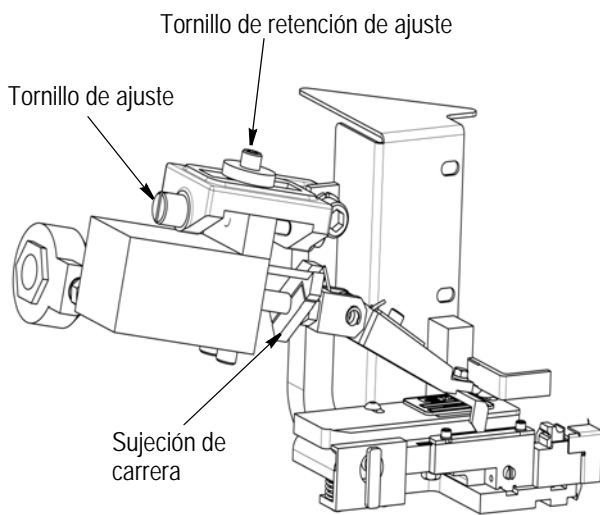

Figura 9
8. Gire el tornillo de ajuste. Consulte la Figura 9.
11. Si la carrera del saliente de alimentación no es correcta, afloje su sujeción (Figura 9) y acérquela al cilindro neumático para disminuir la carrera o aléjela del cilindro para aumentar la carrera.